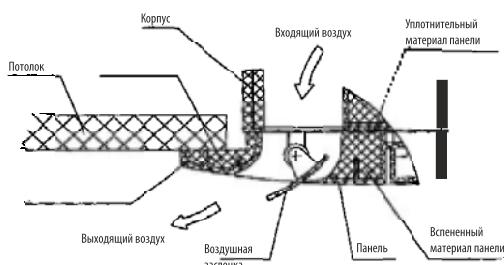
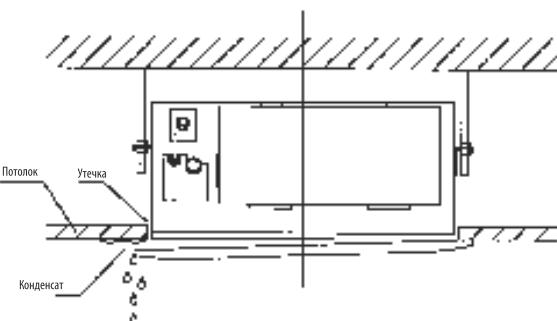
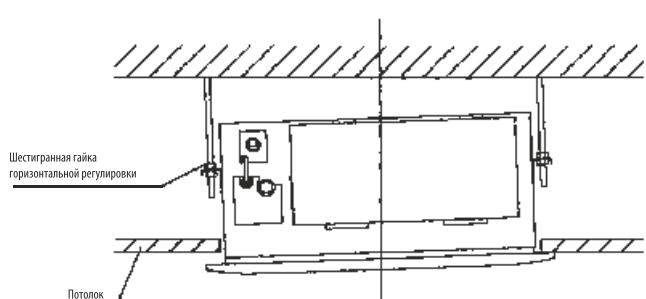

Рис. 24
Рис. 25
Рис. 26
- Продолжайте заворачивать винты под крюками панели до тех пор, пока толщина уплотнителя между корпусом и панелью не уменьшится до 4–6 мм. Край панели должен плотно прилегать к потолку (см. рис. 24). Причиной указанной на рис. 25 проблемы может быть недостаточная или неправильная затяжка винтов. Если после затяжки винтов остался зазор между панелью и потолком, то следует заново отрегулировать высоту расположения блока. Высоту положения внутреннего блока можно отрегулировать через отверстия в углах панели, если при этом не нарушается положение дренажной трубы (см. рис. 26).